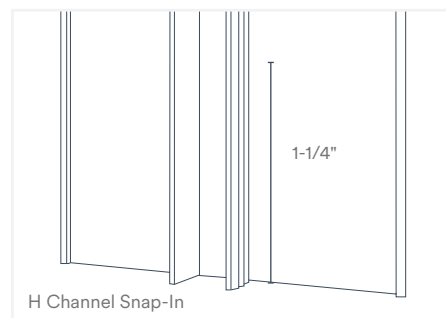

Fig. 35
3. Mida y marque 1-1/4" hacia adentro desde el borde inferior (extremo) de la moldura a presión del canal H. En la marca, haga un corte vertical en ambos separadores ranurados usando tijeras para hojalatero (Fig. 35).